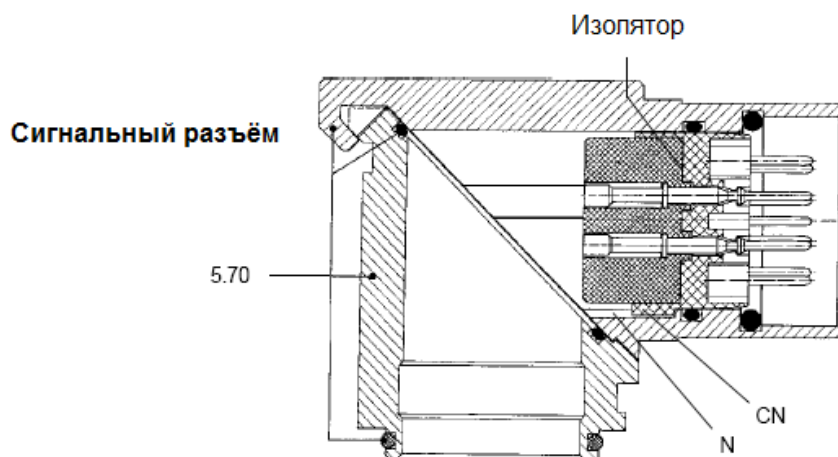

Рис. 6. Извлечение изолятора
- Удалите изолятор из сигнального разъёма (5.70, рис. 6). Для этого разберите разборный корпус сигнального разъёма откручивая винт (5.71) и выжмите изолятор вместе с контактным соединителем.
- Вставьте согласно ключа (CN) изолятор (рис. 6) в бороздке (N) корпуса сигнального разъёма (5.70) и соберите разъём закрутив винт.